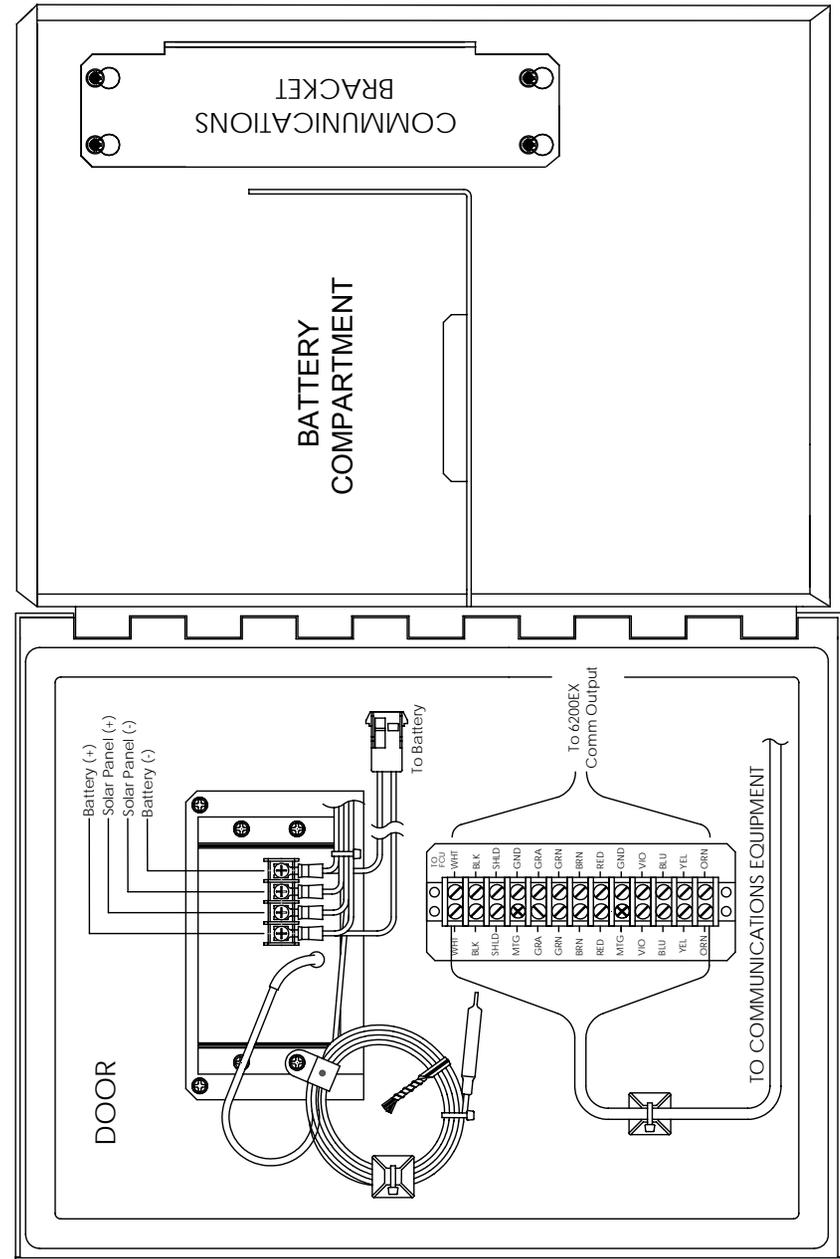

Рис. 10 (Дополнительный элемент оборудования, модель 6270)
8. Кабель питания панели солнечных батарей соединяется с рядом расположенными входными клеммами (см. рис. 10). Снимите одну из заглушек отверстий с OEU и установите разъем со шнуром. Снимите с разъема со шнуром гайку, уплотнительное кольцо и резиновую проходную втулку. Наденьте кабель и введите кабель через корпус разъема со шнуром. Обеспечьте прохождение кабеля питания внутрь устройства на